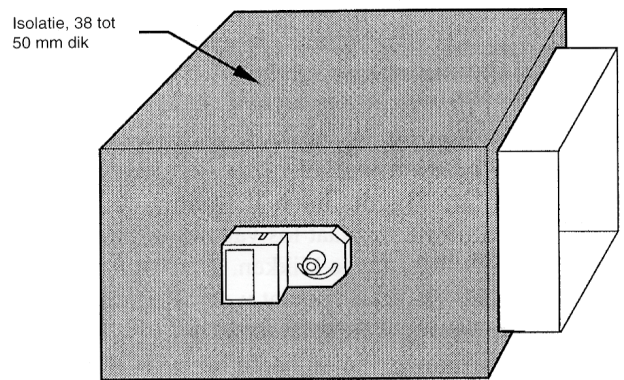

Fig. 4 - Geïsoleerd rechthoekig metalen kanaal
3. Isoleer de klep met 38 tot 50 mm dik isolatiemateriaal (volg de plaatselijke voorschriften). Zie fig. 4.